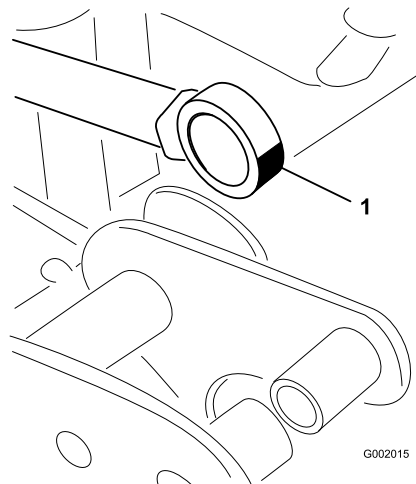

図 43
5. アクチュエータ・ロッドのベアリング端部を動かしながらベアリング内部にグリスを注入する(図 43)。はみ出したグリスはふき取る。